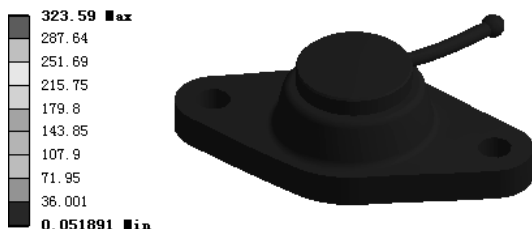

图 7.6.45 应力结果图解
(1) 求解分析。在顶部工具栏中单击  **Solve** 按钮求解分析。
(2) 查看应力结果图解。在“Outline”窗口中选中  **Equivalent Stress**，查看图 7.6.45 所示的总应力结果，其最小应力为 0.051891 MPa，最大应力为 323.59 MPa。